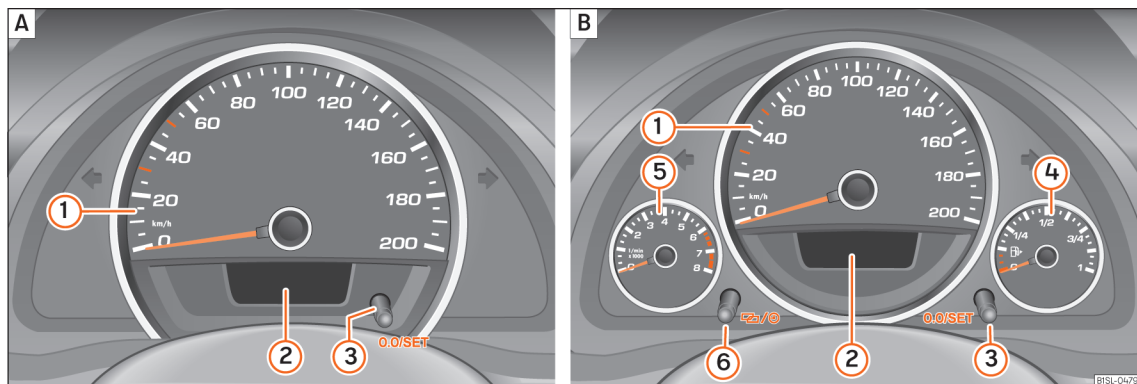

Abb. 96 Kombiinstrument in der Instrumententafel: Variante 1 (A) und Variante 2 (B).
» Abb. 96:
»» Abb. 96 ❷ können je nach Fahrzeugausstattung verschiedene Informationen angezeigt werden:
Die Anzeige des Service-Ereignisses erfolgt im Display des Kombiinstrumentes »» **Abb. 96** ②.